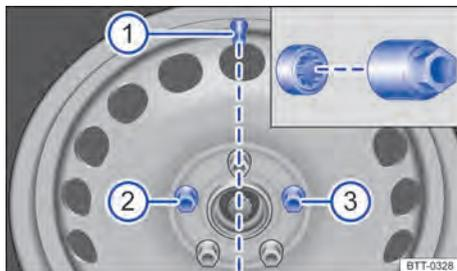

Fig. 228 Troca de roda: Válvula do pneu ① e locais de instalação do parafuso de roda antifurto ② ou ③.
Antes de colocar a calota integral, o parafuso de roda antifurto deve ser aparafusado na posição ⇒ Fig. 228 ② ou ③. Do contrário, a calota integral não pode ser montada.
A calota integral da roda deve ser pressionada sobre o aro de tal modo que o recorte da válvula se posicione sobre a válvula do pneu ⇒ Fig. 228 ①. Ao colocar a calota integral, atentar para que se encaixe com segurança em toda a circunferência.
- Encaixar o adaptador no parafuso de roda antifurto até o batente ⇒ Fig. 228.
- Aparafusar o parafuso de roda antifurto com o adaptador na posição ⇒ Fig. 228  ou  no sentido horário e apertar levemente.